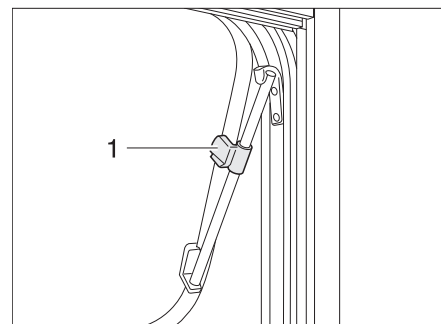

Bild 35 Ausstellfenster mit Dreh-Ausstellern, geöffnet
- Ausstellfenster bis zur gewünschten Stellung öffnen und mit Rändelknopf (Bild 35,1) feststellen.
- Rändelknopf (Bild 35,1) drehen, bis Arretierung freigegeben wird.